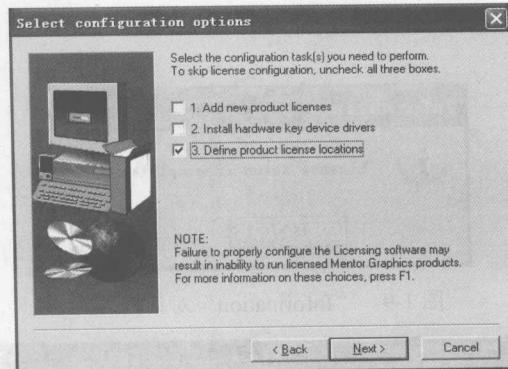

图 1-6 “Select configuration options”对话框
(6) 单击“Custom”按钮，弹出如图 1-6 所示的对话框，选择“3. Define product license locations”项指定 License 文件位置。